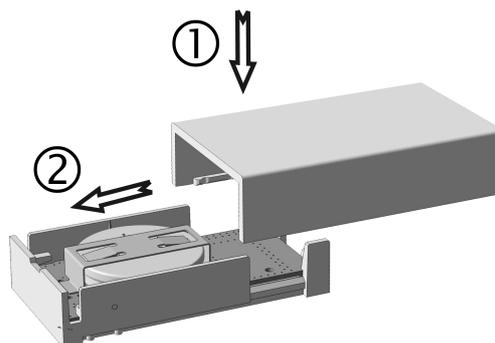

Figura 6: Chiudere l'alloggiamento
- Riposizionare il coperchio dell'alloggiamento e farlo scorrere fino a quando non scatta in posizione (Figura 6).